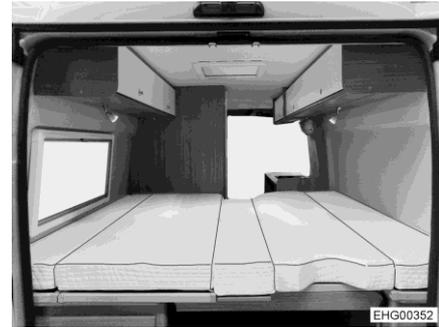

Fig. 43 Materassi
- Posare i materassi (Fig. 43) sulla rete del letto.